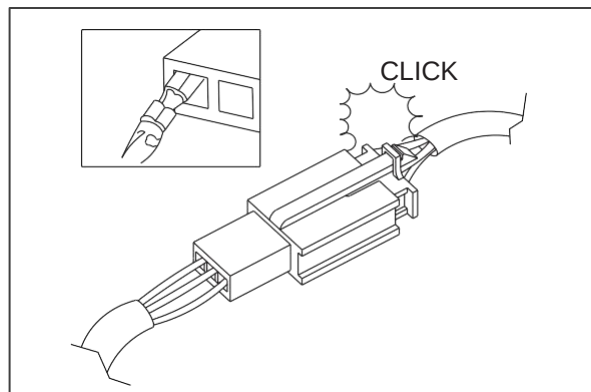

Fig. 5.2
- Con un conector de seguro, asegúrese de soltar el seguro antes de desconectarlo y al conectar presiónelo completamente hasta sentir un 'click'. (Fig. 5.2).